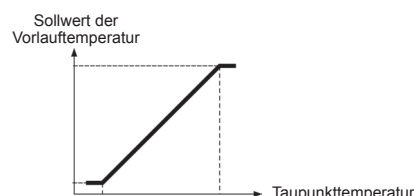

Abbildung 2: Sollwertanhebung Kühlwassertemperatur
Die Taupunkttemperatur wird vom Raum-Enthalpieregler (TR) erfasst und als Führungsgröße dem Vorlauf-Temperaturregler (TV) aufgeschaltet. Die Nachführung des Vorlauftemperatur-Sollwertes wird so parametrisiert, dass bei einer Steigung der Taupunkttemperatur von 1 K auch die Kühlwasser-Vorlauftemperatur um den gleichen Wert erhöht wird (Abb. 2). Ein konstanter Taupunkt-Abstand kann realisiert werden.